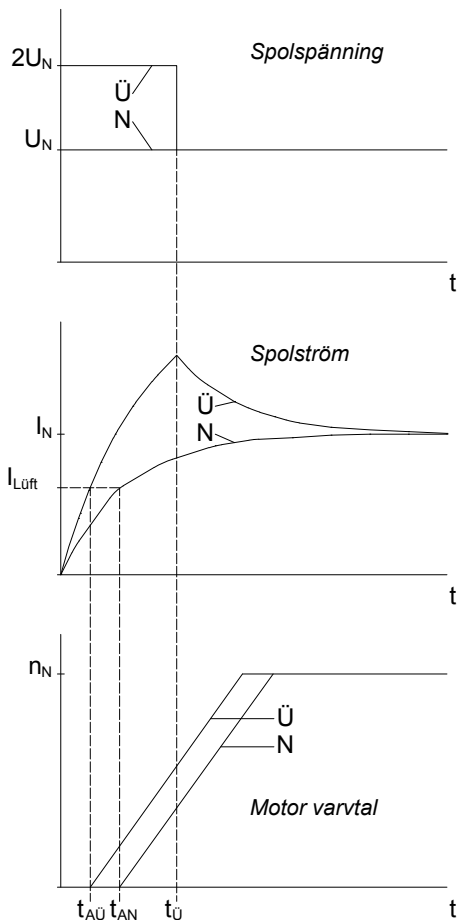

Bild 2: Spolspänning, spolström och motorns hastighetsutveckling vid normal excitation (N) och överexcitation (Ü).
Det visas på bild 2.
- a) Likriktarförsörjning från motorns kopplingsplint (bild 2, kurva 1)